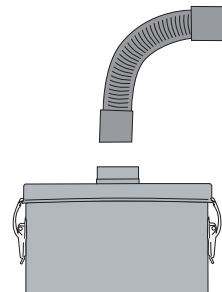

figure 8 | figura 8
- 2. Remove the flexible hose from unit lid adaptor (figure 8).**
Retirer le flexible de l'adaptateur sur le couvercle de l'appareil (figure 8).